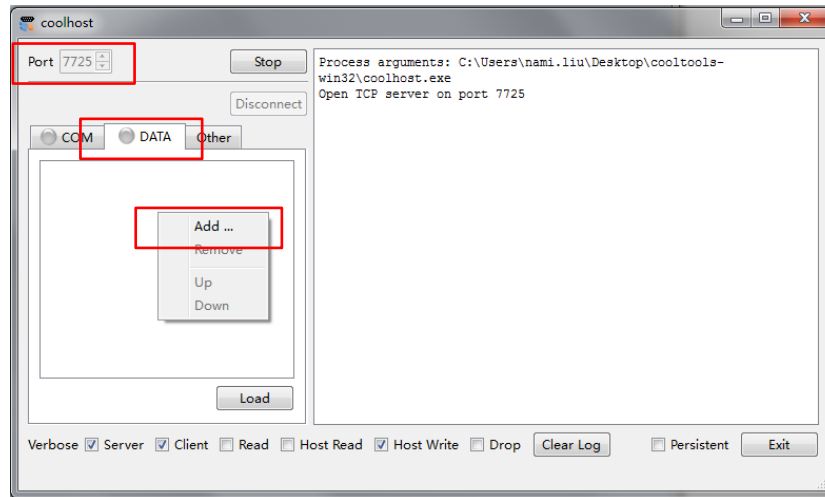

图 4-31 加载 elf 文件
- 点开 DATA tab 页，右键点击 Add 菜单项，如下图，选择*.core (*.elf) 文件和 lod 文件，如图 4-31 所示。注意，先选择*.core (*.elf) 文件。
启动 coolwatcher，下图中的 lastcomport 项的数值要与图 4-31 中 Port 7725 的后两位